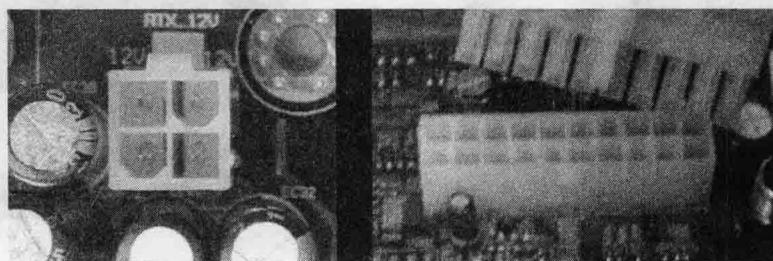

图 1-23
1) 在主板上找到从电源连过来的两个电源插头，并卸下。一个是 20 针插头，另一个是 12V 供电的 4 针插头，如图 1-23 所示。注意观察防插反标志，做好记录。